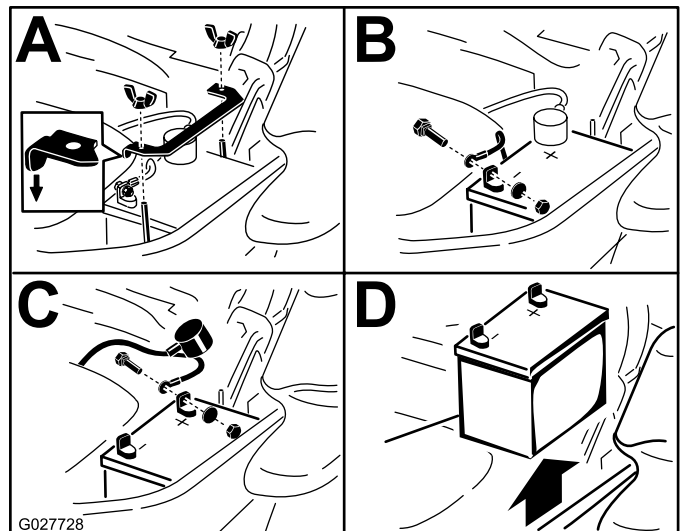

Figura 60
3. Retire la batería según se muestra en Figura 60.